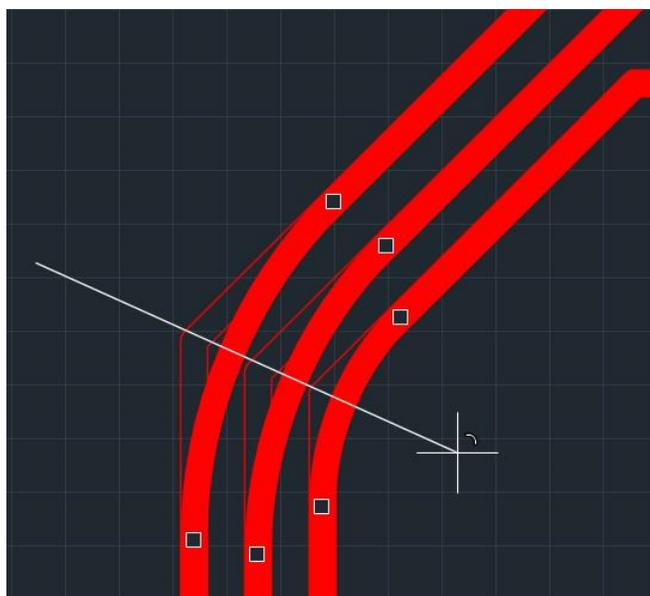

Рис. 315 Прокладка вектора
3. Переместите курсор, не отпуская кнопку мыши, см. Рис. 315.